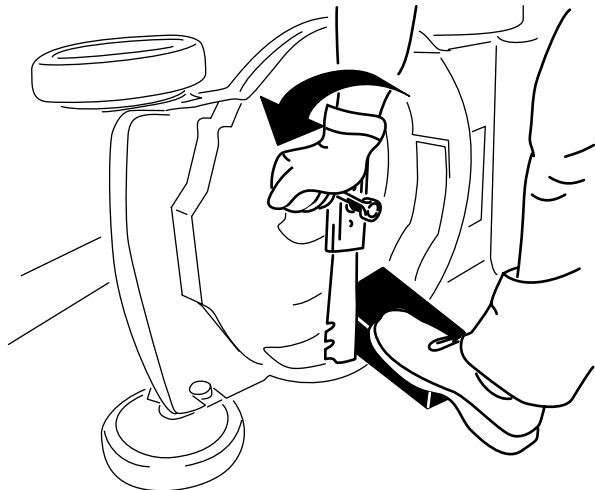

Figure 21
3. Immobilisez la lame avec un morceau de bois (Figure 21).
4. Déposez la lame et conservez les fixations (Figure 21).